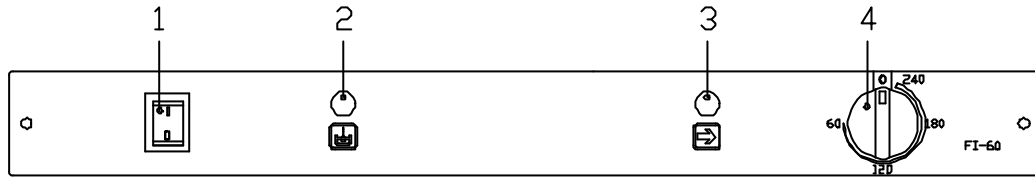

Fig. 8
- Accionando el interruptor general (1), Fig. 8, se ilumina dicho interruptor. Comienza así el llenado y calentamiento del agua de aclarado y a continuación la de lavado.
- El ciclo es regulable hasta una duración máxima de 4 minutos. Comienza posicionando el mando (4) en el tiempo deseado, y se enciende el piloto (3).
- Cuando se ilumina el piloto (2) la máquina está preparada.